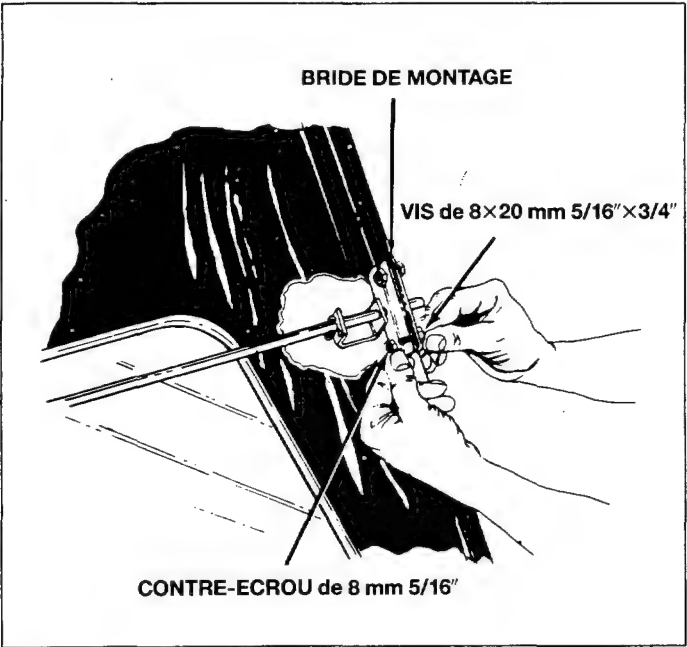

Fig. 25
15. Fixez les deux brides de montage sur le côté intérieur du cadre à l'aide de vis à tête hexagonale de 8×20 mm et de contre-écrous de 8 mm. Voir la figure 25. *Serrez-les à fond!*